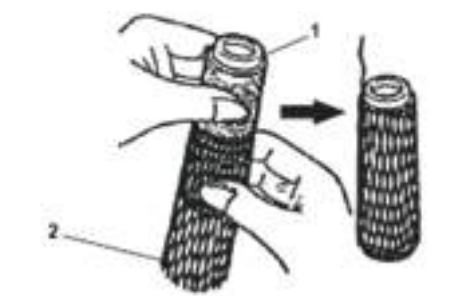

Figura 31
Para eliminar este problema, enfie a rede (2) no cone de linha, como na Figura 31.